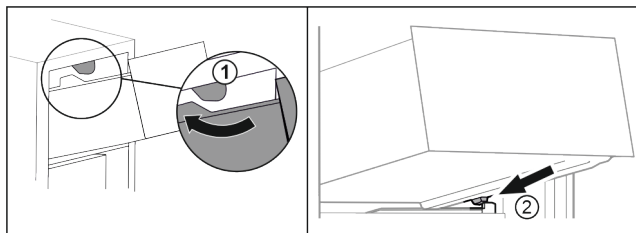

Fig. 88
- ▶ Duceți sertarul în jurul opritoarelor superioare. Fig. 88 (1)
- ▶ Așezați sertarul oblic în spatele opritoarelor inferioare pe nervura recipientului. Fig. 88 (2)